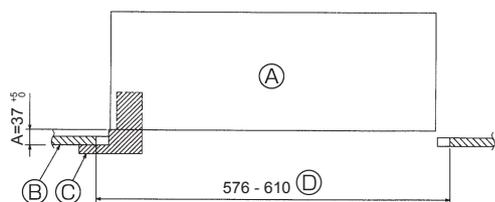

Fig. 10-2
10.2. Priprema postavljanja rešetke (Fig. 10-2)